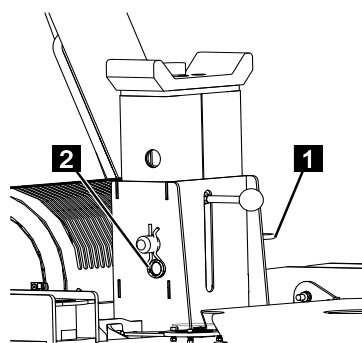

Fig. 118
7. Rentrer la cheville de verrouillage (Fig.118/1) la bloquer avec la goupille fendue à ressort (Fig.118/2).